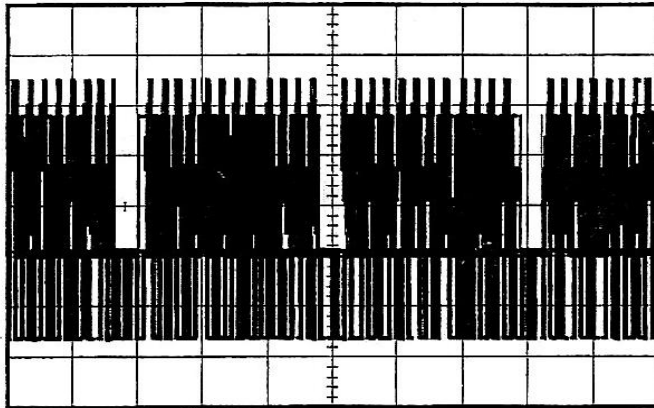

Fig.92.-Disparo en los campos de video.
- La señal medida es como se muestra en la fig. 92.
- La señal medida es la misma que se muestra en la fig. 92.